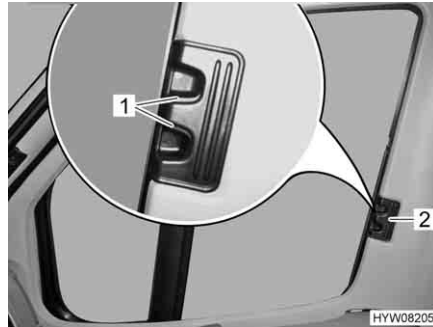

Fig. 88 Tendina oscurante pieghevole per il finestrino del conducente/ passaggero
- Premere le maniglie di sbloccaggio (Fig. 88,1) e mantenerle premute.
- Con la levetta (Fig. 88,2) tirare le tendine oscuranti pieghevoli per il finestrino del guidatore e del passeggero verso l'altro lato della finestra e congiungerle alle strisce magnetiche.
- Inserire fino all'arresto le tendine oscuranti pieghevoli per il finestrino del guidatore e del passeggero per la maniglia (Fig. 88,2).
- Rilasciare le maniglie di sbloccaggio (Fig. 88,1) e mantenerle innestate.